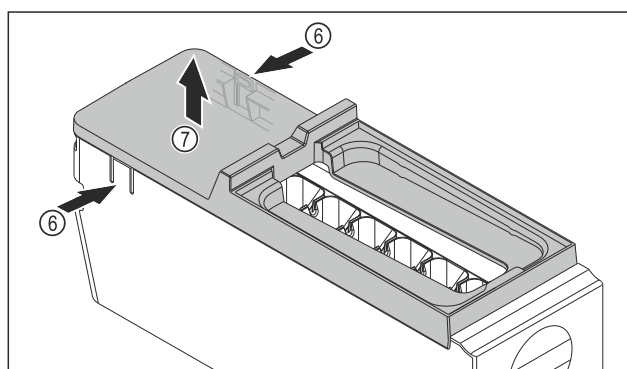

Fig. 106
- ▶ Снимите крышку корпуса EasyTwist-Ice: Надавите рукой на накладки Fig. 106 (6) с обеих сторон корпуса EasyTwist-Ice.
- ▶ Другой рукой снимите крышку Fig. 106 (7) по направлению вверх.